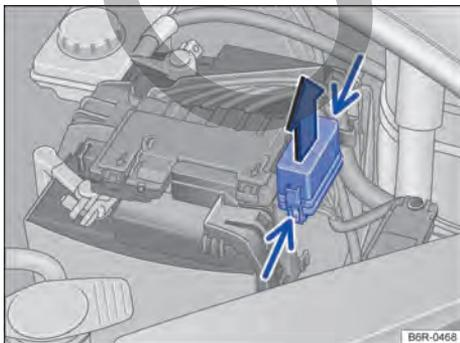

Fig. 144 En el compartimento del motor: cobertura de la caja de fusibles.
- Presionar las trabas en el sentido de la flecha (flecha angosta) para desbloquear la cubierta de la caja de fusibles → fig. 144.